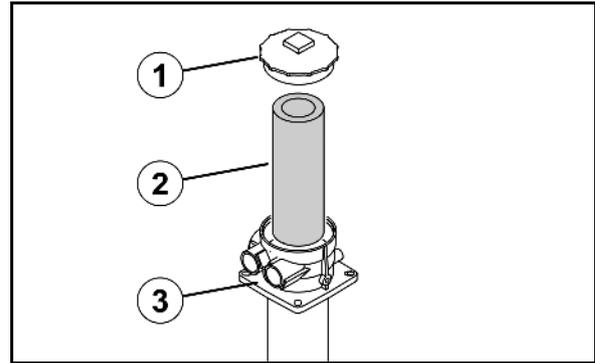

Fig. 186
1. Retirar la cubierta (Fig. 186/1) de la carcasa (Fig. 186/3).
2. Cambiar el filtro de retorno (Fig. 186/2).